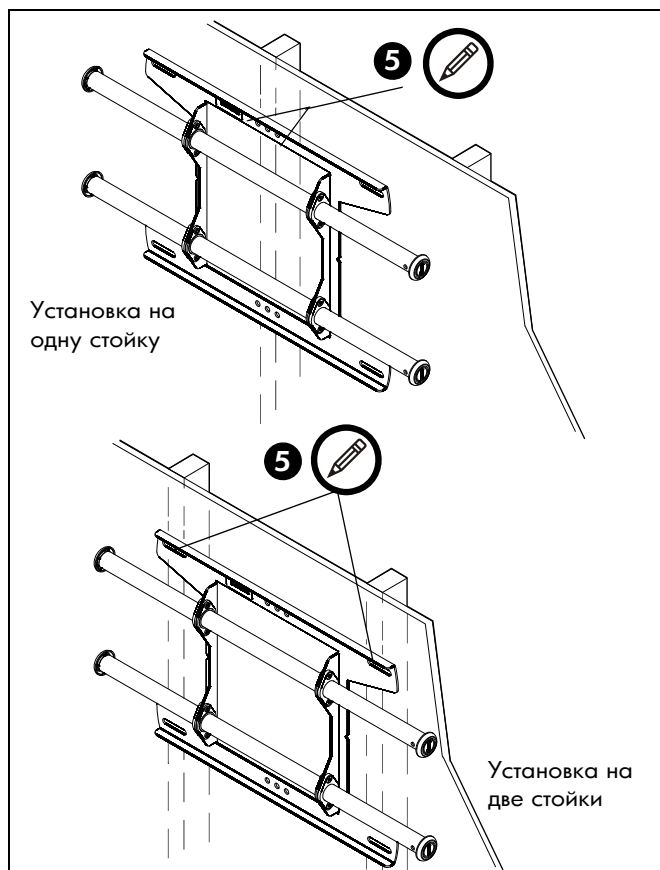

рис. 2
5. При помощи уровня сделайте на стене отметки на каждой из стоек каркаса там, где будут расположены верхние монтажные отверстия. (См. рис. 2)
**ПРИМЕЧАНИЕ.** MSA и MTA можно прикрепить через монтажные отверстия на двойных стойках или центральные монтажные отверстия на одной стойке. (См. рис. 2)